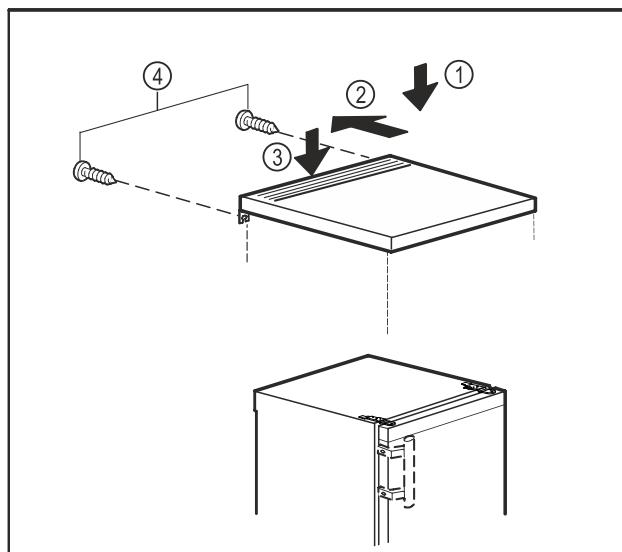

Fig. 19
- ▶ Положите столешницу на устройство. Fig. 19 (1)
- ▶ Сдвиньте столешницу назад. Fig. 19 (2)
- ▶ Нажмите на столешницу сзади вниз. Fig. 19 (3)
- ▶ Затяните винты на задней стенке. Fig. 19 (4)